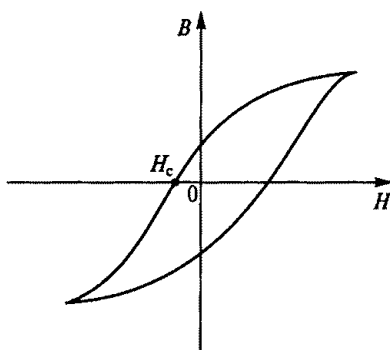

Рис. 43
2.8. Из рассмотрения петли гистерезиса на рис. 43 следует, что при напряженности катушки H , равной напряженности сердечника H_c , магнитная индукция $B = 0$. Что это означает?